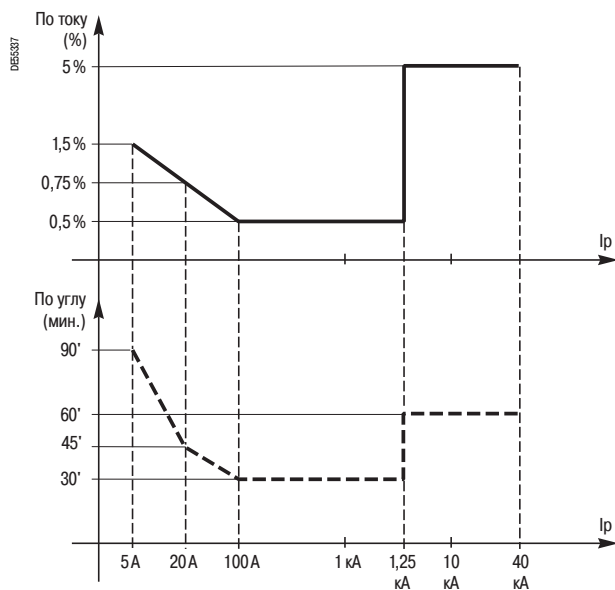

Рис. 2. Характеристика класса точности датчика тока типа LPCT
- класс точности защиты: 5P при 1,25 – 40 кА (рис. 2).